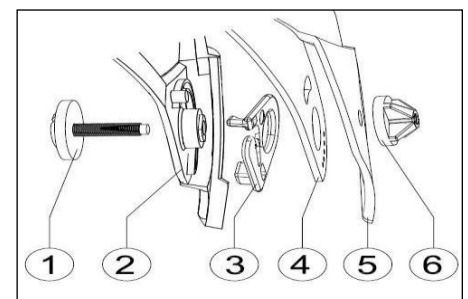

Abb. 1
1. Lösen Sie die Schrauben (Abb. 1, Pkt. 1 und 6) an den Seiten.
2. Nehmen Sie die Frontplatte (Abb. 1, Pkt. 5) heraus, achten Sie darauf, das Mittelteil von seiner Halterung zu entfernen.
3. Entfernen Sie das Visier (Abb. 1, Pkt. 4).
4. Entfernen Sie den Ein/Aus-Stopfen (Abb. 1, Pkt. 3).
5. Entfernen Sie den Teil des Helms (Abb. 1, Pkt. 2).
1. Positionieren Sie die Schraube in dem im Kopfstück befindlichen Spezialgehäuse (Abb. 1 Pkt. 1)
2. Setzen Sie den Ein/Aus-Stopfen ein (Abb. 1 Pkt. 3)
3. Setzen Sie das Visier ein (Abb. 1 Pkt. 4)
4. Positionieren Sie die Frontplatte (Abb. 1 Pkt. 6)
5. Ziehen Sie die Schraube leicht an (Abb. 1 Pkt. 1 & 6)